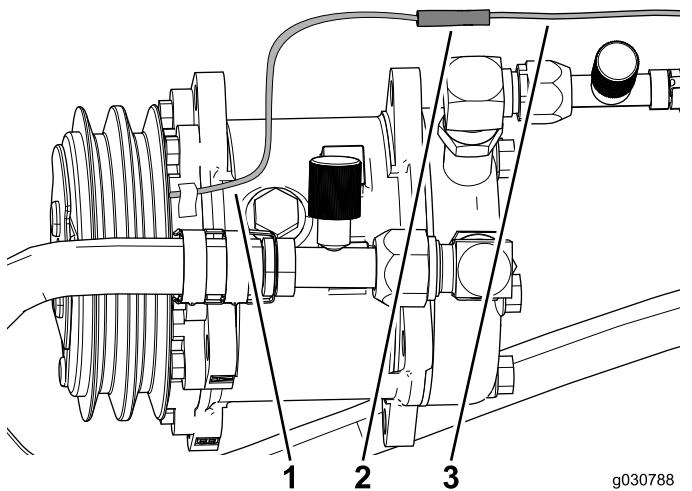

Figura 51
3. Ligue o fio do compressor do ar condicionado ao conector estilo bala na cablagem (**Figura 51**).